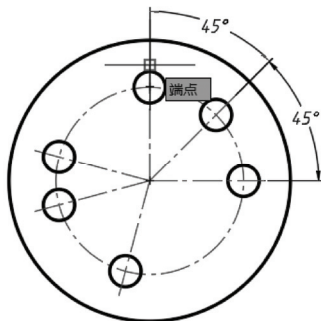

图 8-31 指定第二条尺寸界线原点
- 4 使用对象捕捉指定第二条尺寸界线原点,如图 8-31 所示。